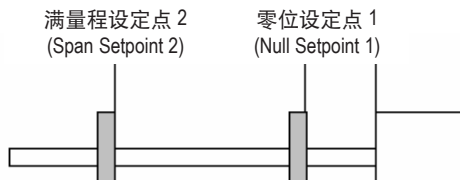

图 8：Null 零位 (设定点 1) 和 Span 满量程 (设定点 2) 的含义
5. 设置好后请点击 "Save Setpoint Adjustment to Sensor" 来保存。注意空值不会被保存。Null (Setpoint 1) 和 Span (Setpoint 2) 的具体含义，请参考图 8。